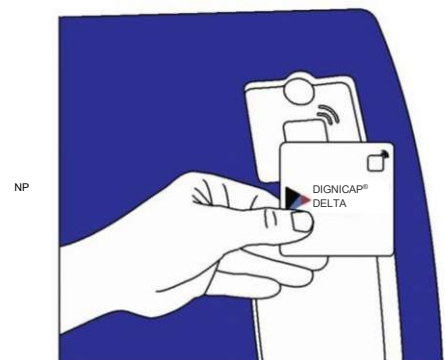

Figura 11. DeltaCard y lector
1. Cuando lo indique el dispositivo, coloque la DeltaCard en el lector de tarjeta. Se encuentra en la parte superior con un símbolo de NFC (Figura 11). Al presionar el botón de BACK (ATRÁS) ◀, regresará a la Pantalla de inicio.